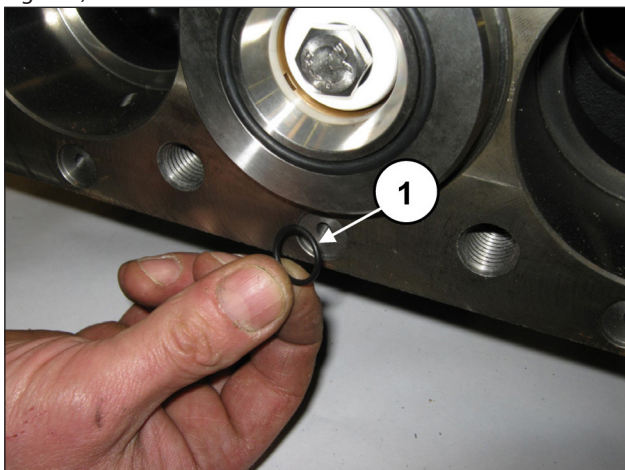

Fig. 161
Applicare i 6 O-ring frontali del carter pompa (pos. ①, Fig. 161).